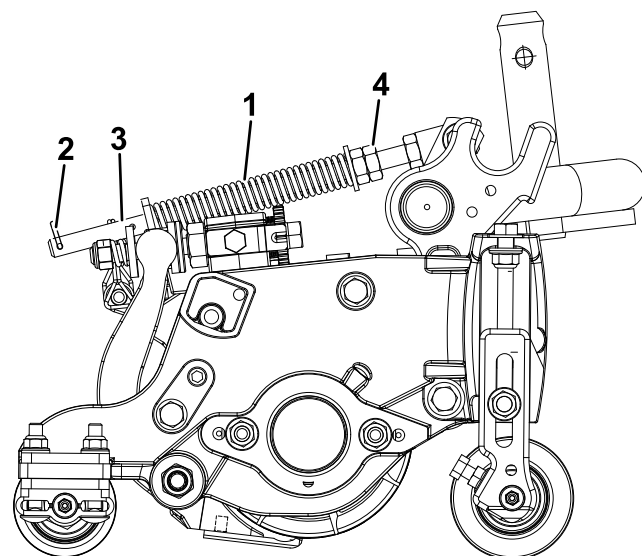

Figura 14
- Serrate i dadi esagonali sull'estremità anteriore dell'asta della molla, finché la lunghezza compressa della molla (Figura 14) non è pari a 12,7 cm per gli apparati di taglio da 12,7 cm e 15,8 cm per gli apparati di taglio da 17,8 cm.
La molla di compensazione del manto erboso (Figura 14) trasferisce il peso dal cilindro anteriore al cilindro posteriore, per contribuire a ridurre l'ondulazione del manto erboso, detta anche fluttuazione o bobbing.
1. Verificate che la coppiglia sia montata nel foro posteriore dell'asta della molla (Figura 14).